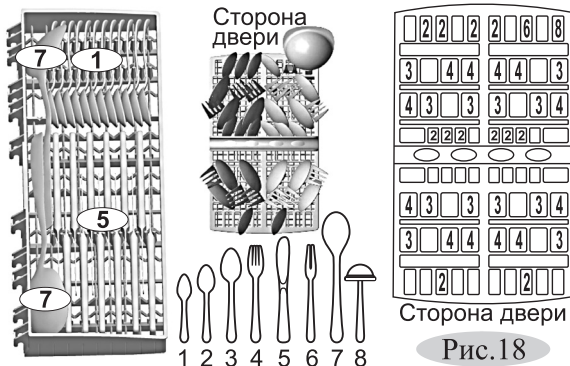

Рис. 18
- Схема оптимальной укладки столовых приборов в корзине посудомоечной машины модели 60301 и ее исполнений представлена на рис. 18.